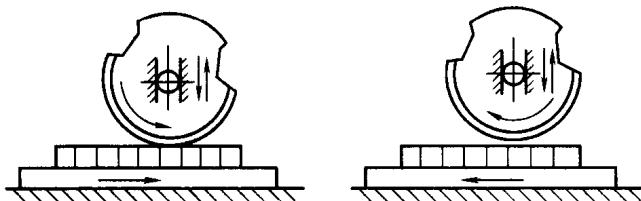

图 1-1-14 反复转动式印刷机工作原理
(4) 反复转动式印刷机 反复转动式印刷机工作原理如图 1-1-14 所示。版台在工作行程时，压印滚筒向逆时针方向回转并下降与印版接触完成印刷；版台做返回行程时，压印滚筒向顺时针方向回转并上升离开印版。